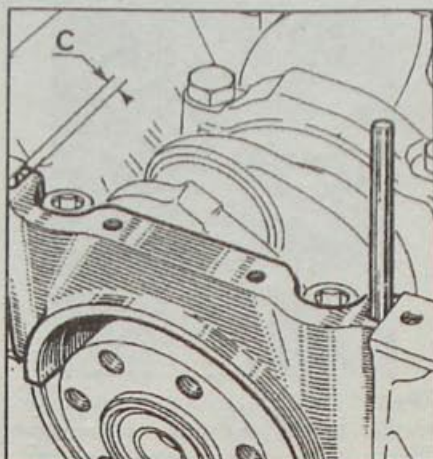

Рис. 1.74. Место (С) измерения паза для выбора толщины уплотнительной прокладки крышки коренного подшипника №1
• Хвостовиком сверла измерьте расстояние (С, рис. 1.74): если расстояние равно или менее 5 мм, выберите прокладку толщиной 5,1 мм; если расстояние более 5 мм выберите прокладку толщиной 5,4 мм.